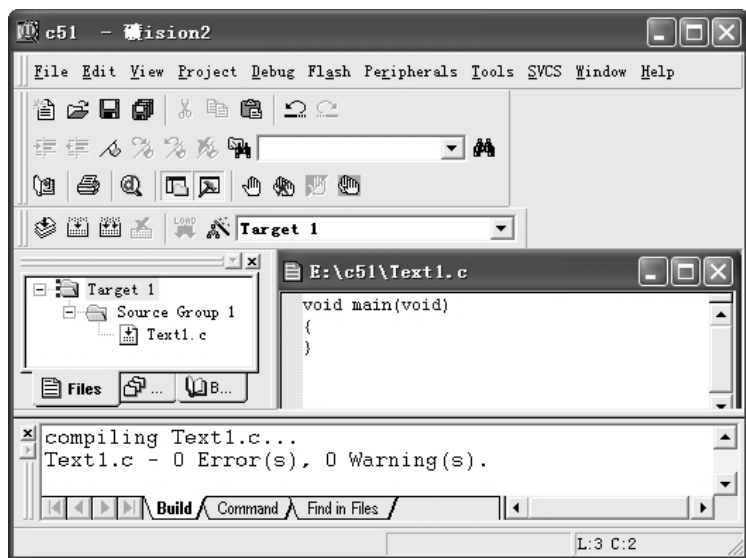

图 1-22 程序运行后的结果
(6) 程序编译。单击“Project”菜单，在下拉菜单中单击“Build Target”选项，在Output窗口可以查看编译结果。若提示“0个错误、0个报警”，则说明编译正确。如果在编译、连接中出现错误，则可按照提示进行检查。
(7) 程序调试。单击“Debug”菜单，在下拉菜单中单击“Go”选项，然后再单击“Debug”菜单，在下拉菜单中单击“Stop Running”选项；再单击“View”菜单，再在下拉菜单中单击“Serial Windows #1”选项，可以看到程序运行后的结果，如图1-22所示。